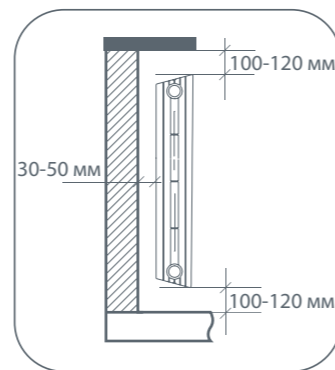

рис. 1
1. Для эффективной работы радиаторов необходимо соблюдать монтажные условия, указанные на рис. 1